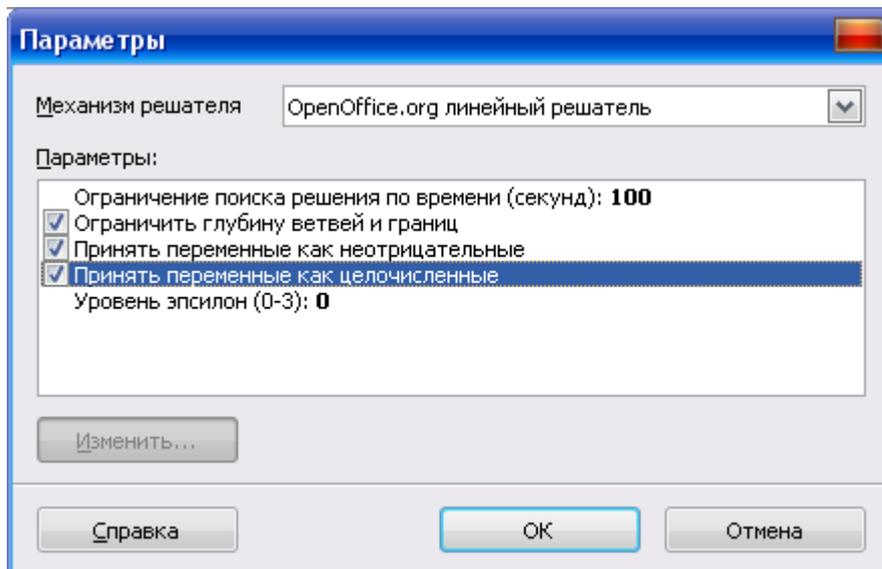

Рис. 6.3. Диалоговое окно Параметры
8. Настроить параметры решения задачи, для этого следует щелкнуть по кнопке **Параметры**, в открывшемся диалоговом окне **Параметры** (рис. 6.3) установить флажок **Принять переменные как неотрицательные** для выполнения ограничения неотрицательности переменных и установить флажок **Принять переменные как целочисленные** (в условии задачи требуется определить количество приборов – целые числа). Подтвердить установленные параметры нажатием кнопки **Ок**.